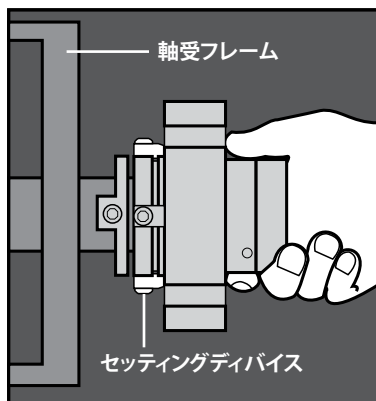

図 2
- 2.3 **ISC2 シールカートリッジをシャフトまたはポンプスリーブ上に滑らせ挿入します。**セッティングデバイスを固定した状態で、軸受ハウジングに向かってスライドさせてください。(図 2 を参照)